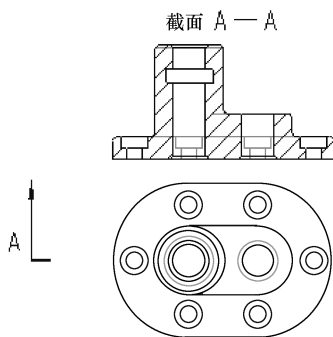

图 10-128 生成剖视图
(13) 单击【应用】按钮，图形区如图 10-128 所示。